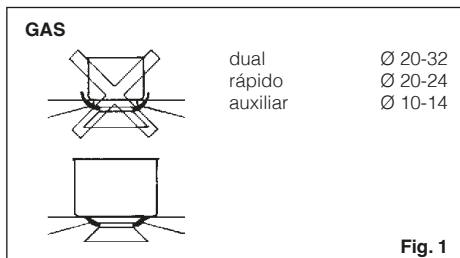

Fig. 1
- Se aconseja utilicen sartenes de diámetro apto a los quemadores evitando que la llama al máximo salga del fondo de las mismas (Fig.1);